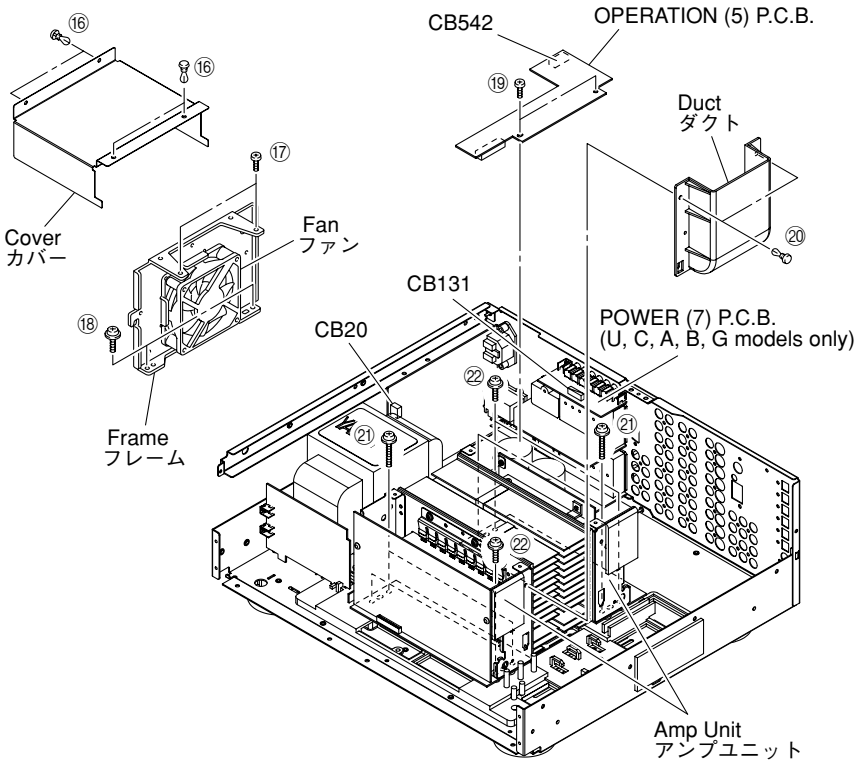

Fig. 5
- Remove 4 push rivets (16) and then remove the Cover. (Fig. 5)
- Remove 2 screws (17) and 2 screws (18). (Fig. 5)
- Remove the Fan together with the frame by lifting them up. (Fig. 5)
8. Removal of OPERATION (5) P.C.B.
- Remove 2 screws (19). (Fig. 5)
- Remove CB542, CB131 (U, C, A, B, G models only). (Fig. 5)
- Remove the OPERATION (5) P.C.B. which is connected directly to the lower P.C.B. with connectors. (Fig. 5)
- Remove 2 push rivets (20) and then remove the Duct. (Fig. 5)
- Remove 4 screws (21) and 4 screws (22). (Fig. 5)
- Remove the Amp Unit. (Fig. 5)
- 16のプッシュリベット4本を外し、カバーを外します。(Fig. 5)
- 17のネジ2本、18のネジ2本を外します。(Fig. 5)
- CB20を外します。(Fig. 5)
- ファンをフレームといっしょに上方に取り外します。(Fig. 5)
- 19のネジ2本を外します。(Fig. 5)
- CB542を外します。(Fig. 5)
- OPERATION(5)P.C.B.を取り外します。下方のP.C.B.と直接コネクター接続されています。(Fig. 5)
- 20のプッシュリベット2本を外し、ダクトを外します。(Fig. 5)
- 21のネジ4本、22のネジ4本を外します。(Fig. 5)
- アンプユニットを取り外します。(Fig. 5)